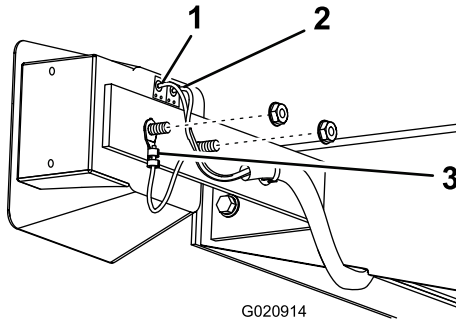

Figure 14
- Répétez les opérations 2 à 5 pour le feu sur le côté droit de la machine (Figure 14).